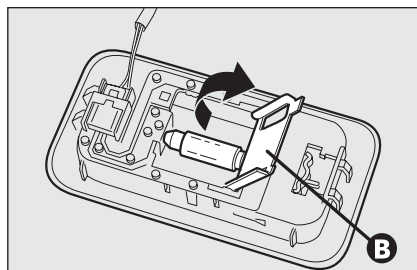

fig. 53
- ouvrir le couvercle de protection **B-fig. 53** et remplacer l'ampoule en la dégageant des contacts latéraux et en s'assurant que la nouvelle ampoule soit correctement bloquée entre les contacts mêmes;